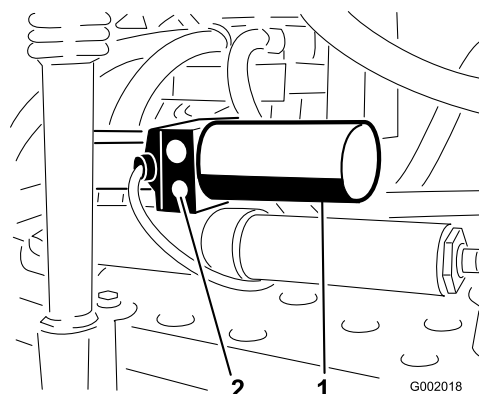

Figure 51
1. Trouvez l'emplacement du clapet de décharge manuel de l'actionneur sur chaque rampe. Le clapet de décharge manuel est la plus petite des valves et se trouve d'un seul côté du corps de l'actionneur (Figure 51).